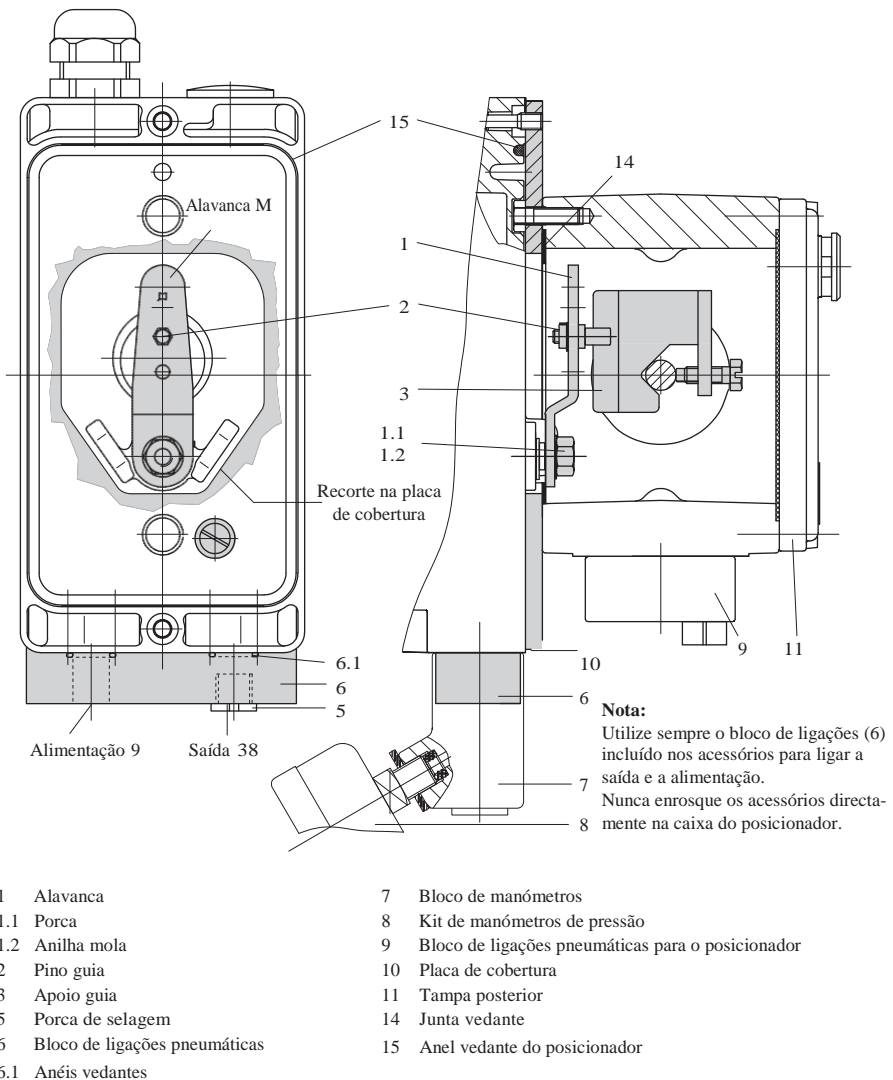

Fig. 4 · Montagem directa – Ligações do sinal pneumático n o actuador Tipo 3277-5 com 120 cm²
1. Monte o bloco de ligações pneumáticas (9) no actuador.
2. Monte o bloco de ligações (6) ou o bloco de manómetros (7) com os manómetros no posicionador, certifique-se que ambos os anéis vedantes (6.1) estão correctamente colocados.
3. Coloque o apoio guia (3) na haste do actuador, alinhe-o e aperte-o bem, de forma que o parafuso de fixação fique na nervura existente na haste do actuador.
4. Monte a placa de cobertura (10) com o lado mais estreito do recorte (Fig. 4, esquerda) a apontar na direcção da ligação do sinal pneumático. Certifique-se que o lado que tem o vedante (14) fica virado para o actuador.
5. **Curso de 15 mm:** Mantenha o pino guia (2) existente na alavanca **M** (1) na posição **35** (tal como foi entregue).